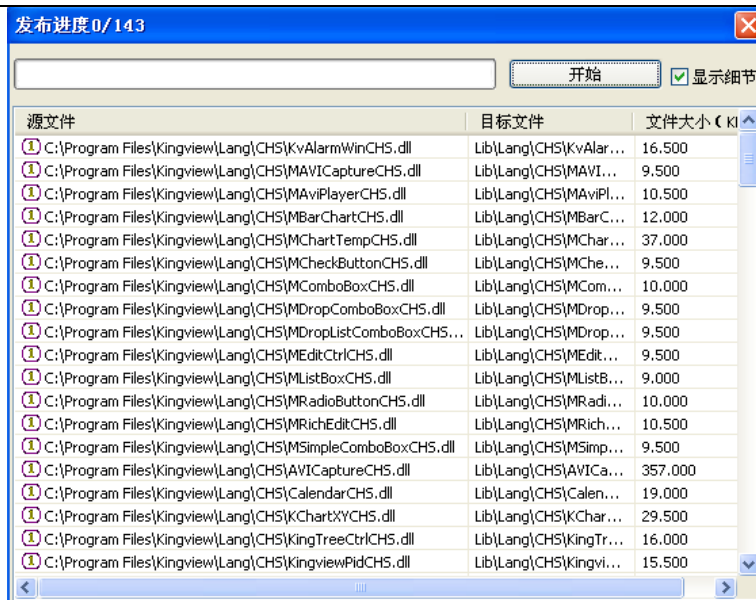

图 12-20 发布信息显示界面
2、设置好发布对话框中的选项后，点击“发布”按钮，弹出如图 12-20 所示的对话框